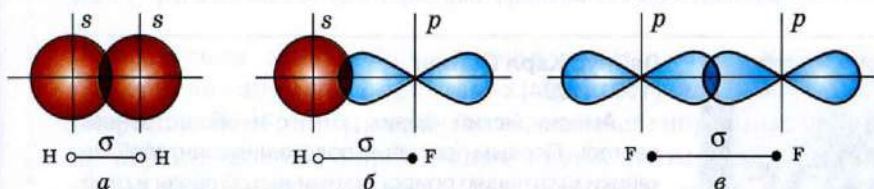

Рис. 5. Перекрывание атомных орбиталей при образовании  $\sigma$ -связей
**$\sigma$ -Связь** возникает при перекрывании орбиталей вдоль оси, соединяющей ядра взаимодействующих атомов. Она образуется при перекрывании двух  $s$ -орбиталей,  $s$ - и  $p$ - или двух  $p$ -орбиталей (рис. 5). Все одинарные связи являются  $\sigma$ -связями.
- ♦ двух  $s$ -орбиталей ( $s-s$ -связь), например  $H_2$  (см. рис. 5а);
- ♦  $s$ - и  $p$ -орбиталей ( $s-p$ -связь):  $HF$ ,  $HCl$  и др. (см. рис. 5б);
- ♦ двух  $p$ -орбиталей ( $p-p$ -связь):  $F_2$ ,  $Cl_2$ ,  $Br_2$  и т. д. (см. рис. 5в).